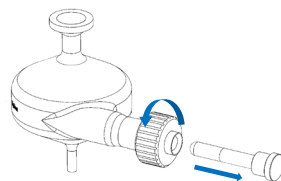

図 1. シールプラグの取り外し
- 1 トルク制御式ネブライザーアダプタを反時計回りにゆっくりと回し、シールプラグを取り外します（図 1）。